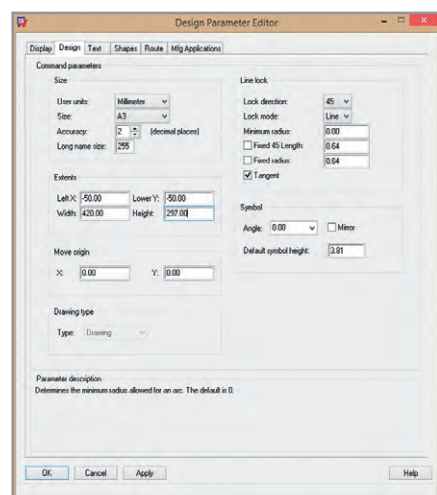

Рис. 14. Настройка единиц Millimeter и границ проекта X и Y = (-50)
2. Заменяем единицы измерения на Millimeter, размер листа – на A3, а Left X и Lower Y – на -50 (см. рис. 14).